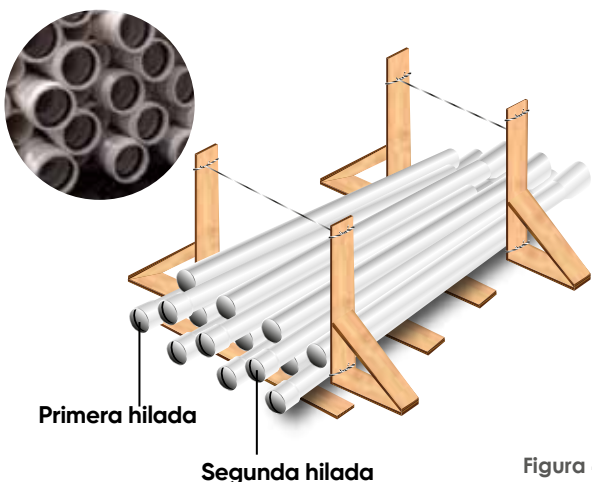

Figura 4
4. Se recomienda dejar una distancia (equivalente a dos campanas) entre la campana y el espigo de la primera hilada, para acomodar las campanas de la segunda hilada de tubos, correspondiente a la longitud de las mismas, la tercera hilada se debe tender en la misma forma que la primera y la cuarta similar a la segunda y así sucesivamente hasta la última hilada como se observa en la figura 4.